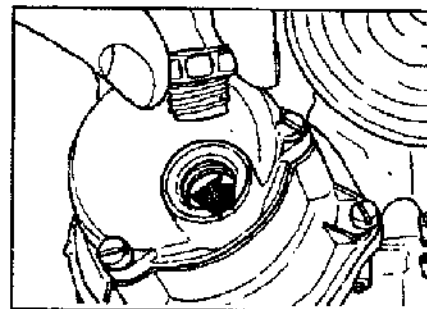

Рис. 1 Проверка уровня масла в демпфере.
- Уровень масла в корпусе карбюратора такой, как показано на рисунке (Рис.1). Специальная жидкость ATF.